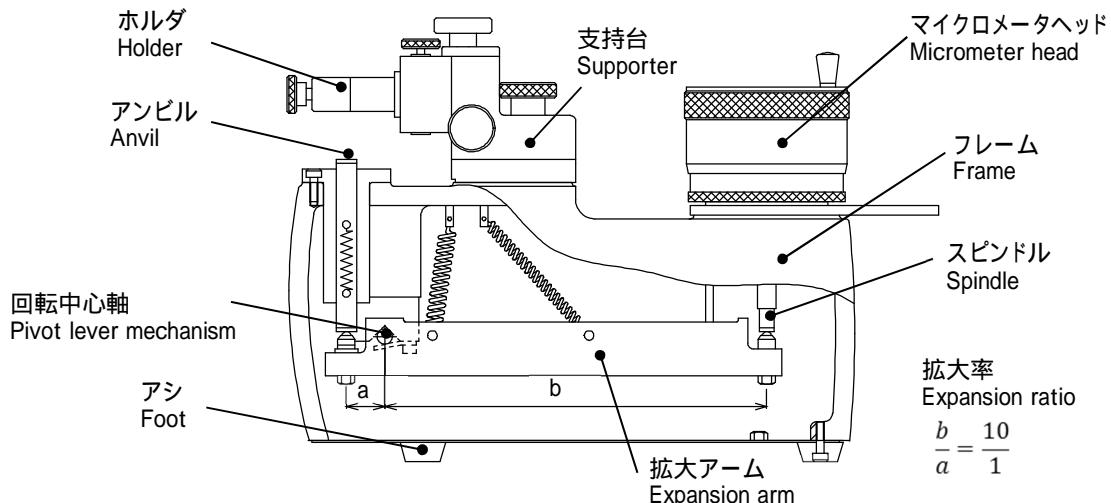

Fig.6
- (4) 抜き終ったら縦姿勢に置き直して下さい。
(5) マイクロメータヘッドを右回転させ測定範囲内巡回転させていくとスピンドルと拡大アームが接し測定に備えることができます。 Fig.6参照
Now, the Calibration Tester is set up ready for measurement. \*Refer to Fig.6.
内部の構造はFig.6に示す通りです。特に拡大機構は、スピンドルのストロークが大きくとれる構造を有しています。スピンドルとアンビルの移動量拡大率は $a:b = 1:10$ で、スピンドルのネジピッチが0.5mm、マイクロメータヘッドのシンブルが250等分ですので測定スピンドルの移動量を0.0002mmの高感度で測定ができます。マイクロメータヘッドの回転とそれぞれのスピンドルの移動量との関係は表1の通りです。
Lever mechanism of the Calibration Tester is illustrated in Fig.6 where the expansion ratio between the displacement of spindle against that of anvil is 1:10. Screw thread pitch of the spindle is 0.5mm (.025"), and the thimble is divided in to 250 equal parts giving the minimum reading of 0.0002mm (.00001") without vernier scale. The relation between the thimble revolution and the displacement of spindle is given in Table